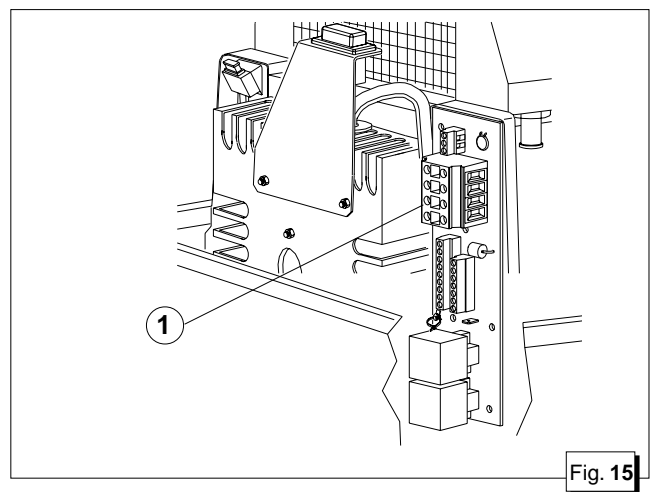

Fig. 15
De wisselstroom aansluitingen zitten op 1 van fig. 15.
- De bovengenoemde aansluitingen dienen gemaakt te worden op de terminals 1 van fig. 15.